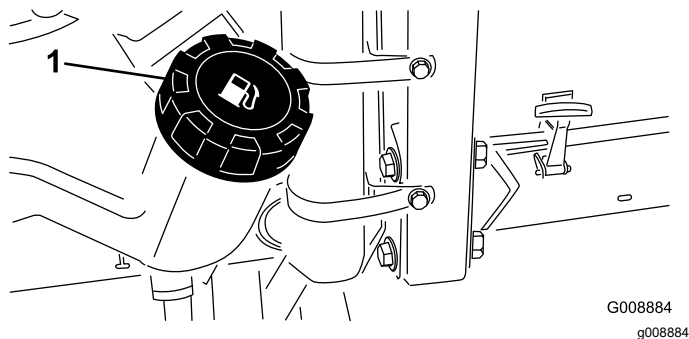

Figura 27
2. Limpie la zona alrededor del tapón del depósito de combustible (Figura 27).